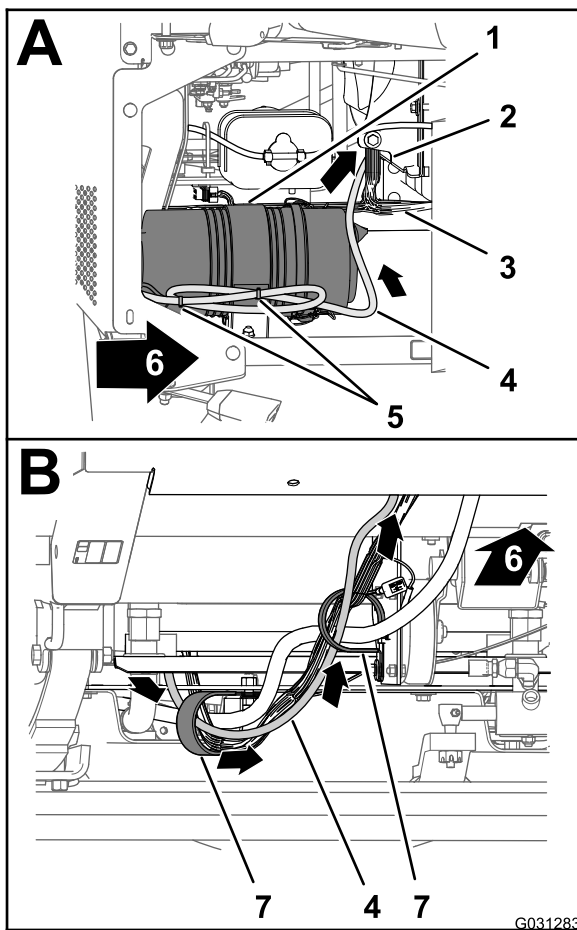

Bild 174
1. Verlegen Sie den 220-cm-Zweig des Datenkabelbaums an der rechten Seite des Motorraums nach vorne zum Luftfilter für den Motor und nach unten zur rechten, unteren Ecke des Kühlers (Bild 174).
2. Verlegen Sie den 220-cm-Zweig des Datenkabelbaums nach vorne und durch die zwei R-Klemmen an der Unterseite der Maschine (Bild 174).